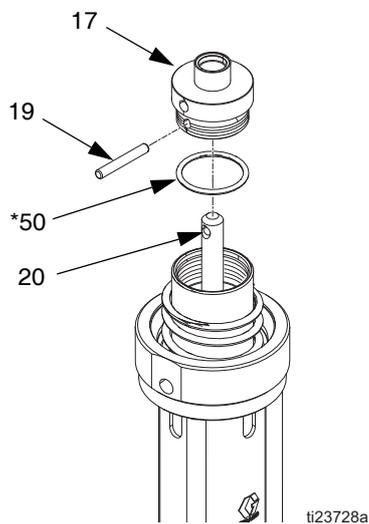

FIG. 14
5. Rimuovere la spina di centratura (19) ed estrarre la calotta del pistone (17) dall'albero di trasferimento (20). Rimuovere l'anello di tenuta (50\*) dalla calotta del pistone. Ispezionare tutte le parti per rilevare eventuali danni. Vedere FIG. 14.